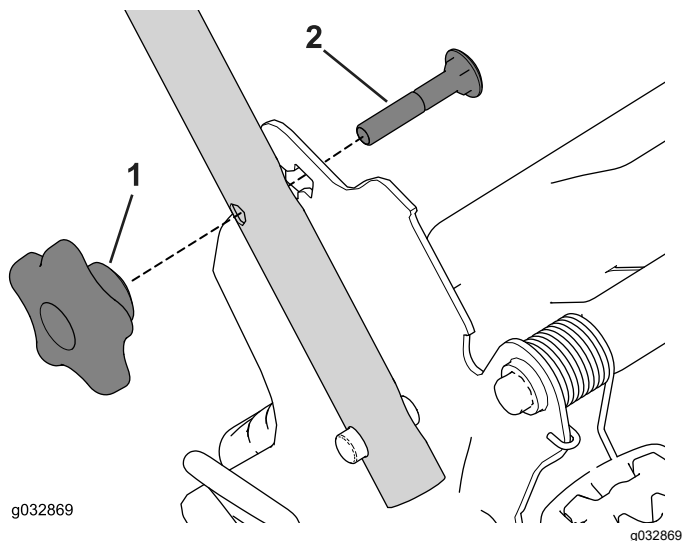

図 22
1. ハンドルブラケットからハンドルノブ2個とキャリッジボルト2本を外して保管する 図 22。